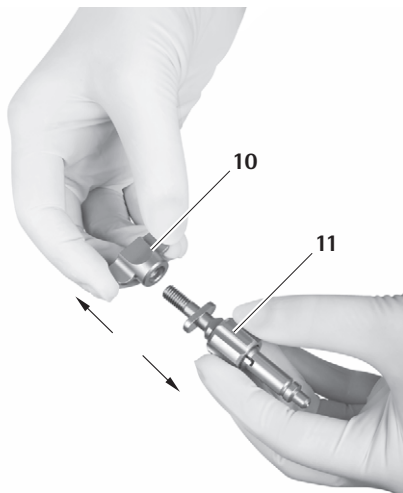

Fig. 17
- ▶ Deșurubați piulița-fluture 10 a adaptorului pentru brațul de susținere 11, vezi Fig. 17.